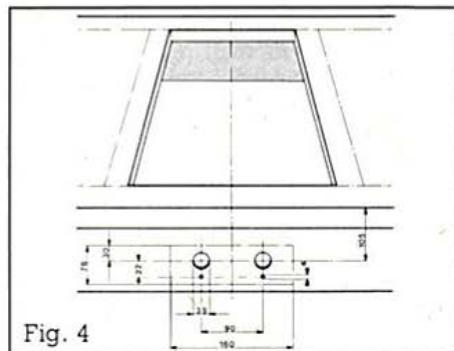

Fig. 4
1. Con la ayuda de una plantilla y observando las indicaciones de la fig. 4, realice, en el frontal de mueble inferior, dos orificios de Ø 35 mm para la inserción de los mandos, y otros dos de Ø 4 mm y 3 mm de profundidad para fijar los discos transparentes (espesor del panel horizontal 5 cm máximo. En caso contrario deberá alargar hacia abajo la cota de 105 mm).